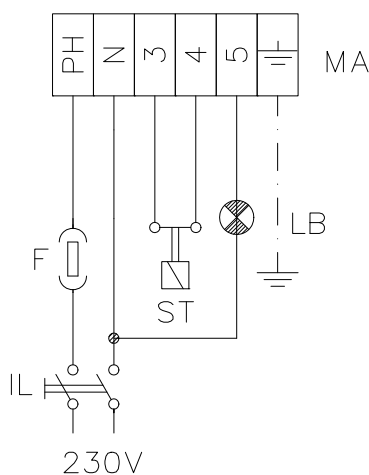
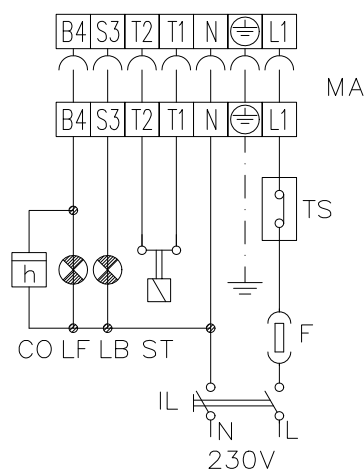

Fig. 5a
Fig. 5b
- établir les connexions électriques sur le bornier d'alimentation selon les indications des schémas de la Fig. 5a et Fig. 5b;